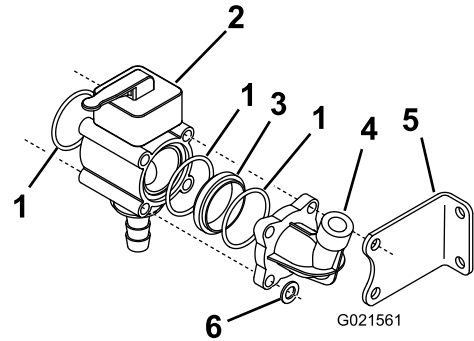

Figura 7
9. Coloque arandelas sobre las varillas que no pasan por el soporte de montaje izquierdo, y enrosque una contratuerca en el extremo izquierdo de cada varilla (Figura 7).
10. Monte provisionalmente el colector de la válvula manual usando la válvula manual, una junta tórica, un adaptador de entre las piezas sueltas, una junta tórica y el conector de manómetro que retiró anteriormente (Figura 7).
12. Instale una arandela y 2 contratuercas en el extremo derecho de cada una de las 4 varillas roscadas para sujetar el adaptador reductor al conjunto de válvulas de desvío de los brazos (Figura 7).